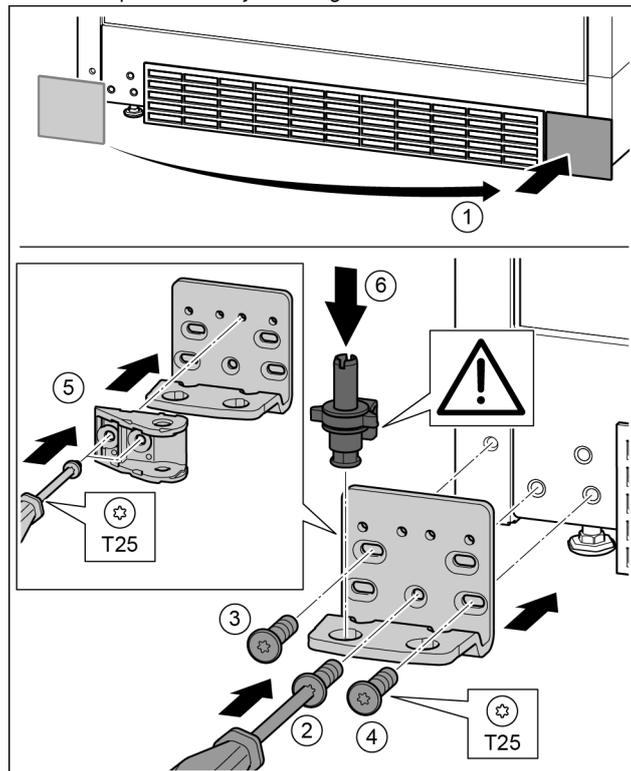

Fig. 31
- ▶ Retire la cubierta y colóquela en el otro lado. Fig. 31 (1)
- ▶ Coloque el soporte de cojinete en el otro lado y atorníllelo con la ayuda de un destornillador T25. Comience por el tornillo 2 en la parte inferior central. Fig. 31 (2)
- ▶ Atornille los tornillos 3 y 4. Fig. 31 (3, 4)
- ▶ Gire 180° la conexión de amortiguador de cierre. Atorníllela en el otro lado del soporte de cojinete con el destornillador T25. Fig. 31 (5)
- ▶ Coloque el perno de cojinete completo. Preste atención a que el saliente de retención esté orientado hacia detrás. Fig. 31 (6)